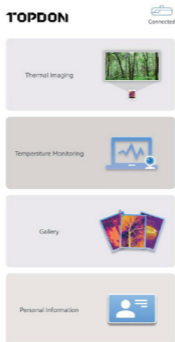

рисунок 3.1.3
3. Запустите приложение TC002. Значок в правом верхнем углу главного экрана будет отображаться как «**Подключено**» (см. Рисунок 3.1.3)